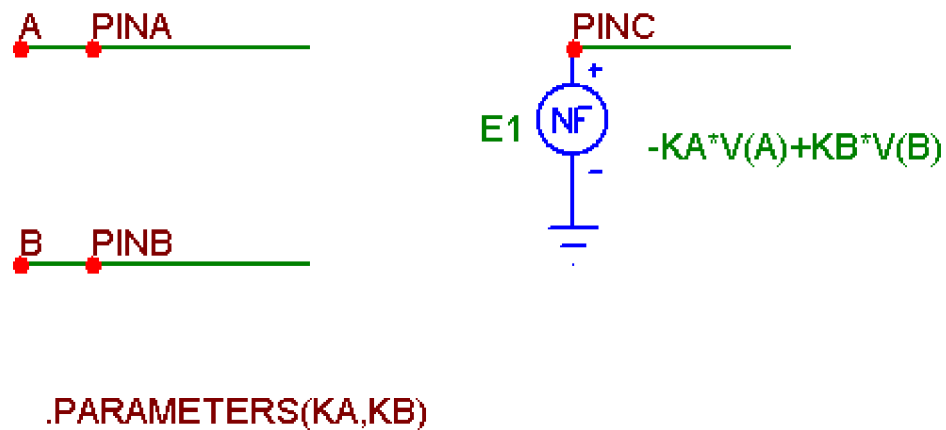

Рис. 1. Схема макроса
1. Создать схему макромодели (рис.1) (использование функциональных источников сигнала прил. 1).